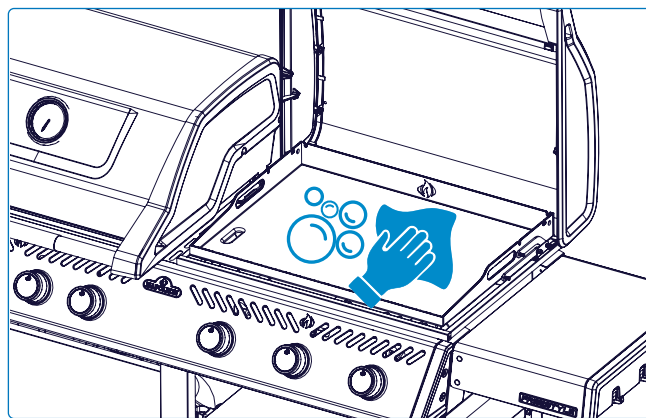

Fig. 10
1. Lavez la plaque de plancha à l'eau tiède et au savon doux pour éliminer les résidus de fabrication. **C'est la seule fois où du savon doit être utilisé sur la plaque de plancha (fig. 10).**